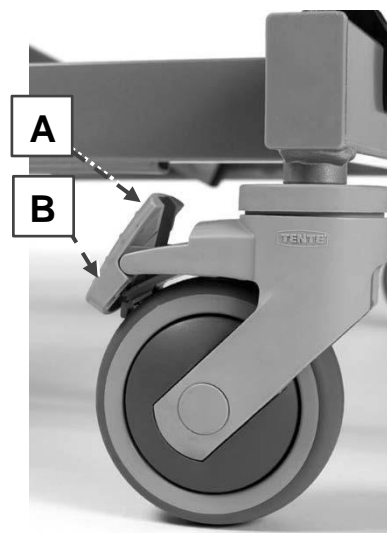

Abbildung 3 Lenkrolle mit Bremse
1. Prüfen Sie, ob die Bremsen der Lenkrollen (10) betätigt sind (siehe Figure 3).